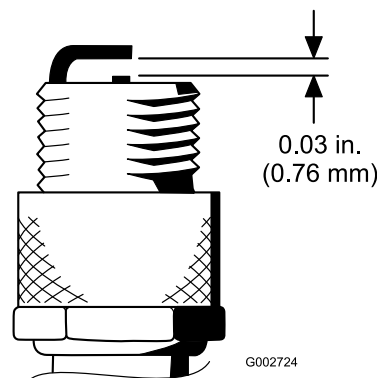

図 51
4. エア・ギャップを 0.76mm に調整する(図 51)。